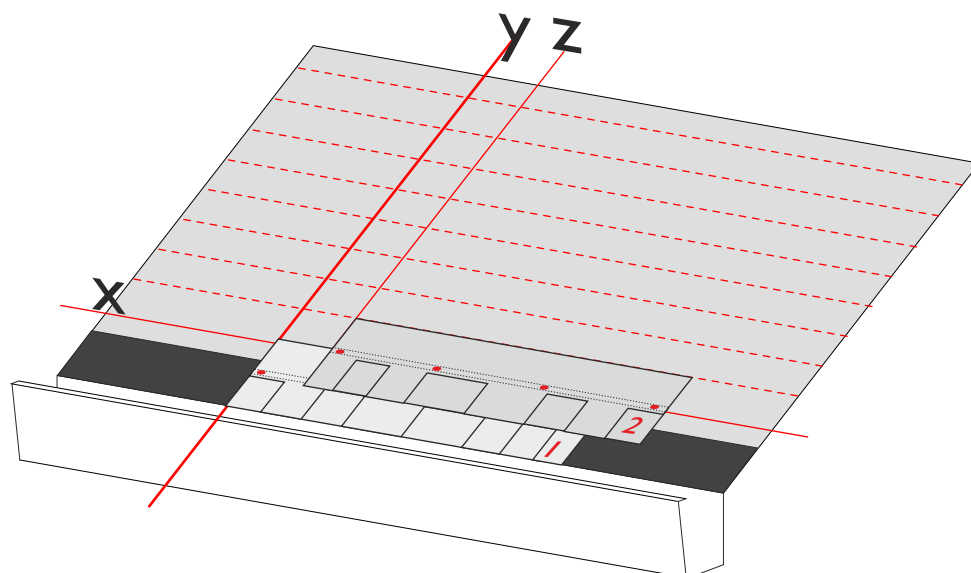

Fig. 3 - 2° Fila
- La posa della seconda fila di tegole inizia allineando la tegola MASTER alla linea z (Fig. 3).